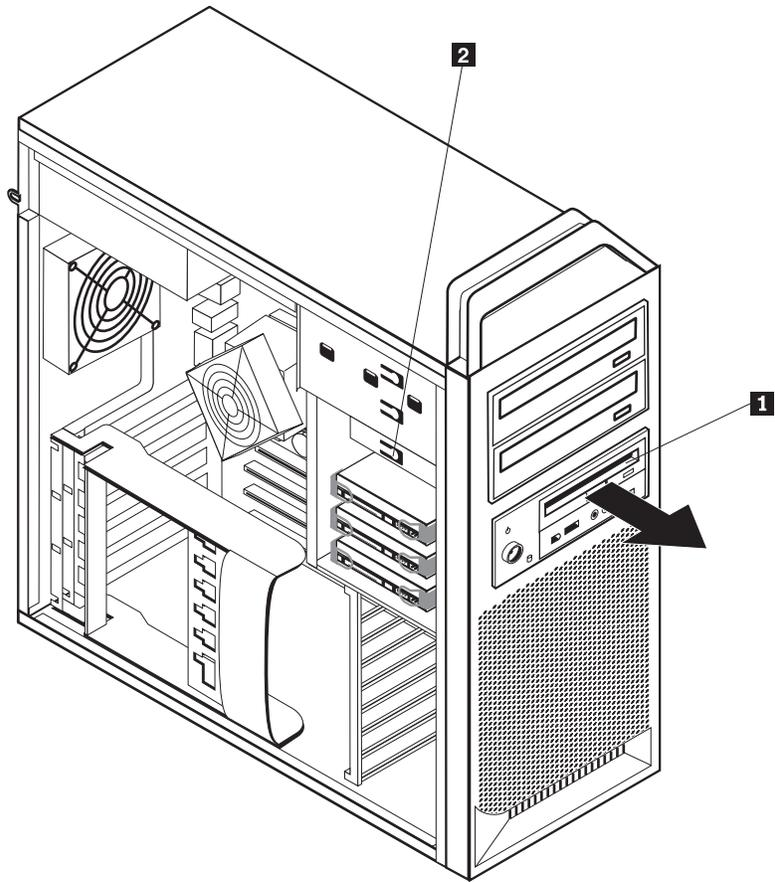

図22. ディスケット・ドライブまたはオプションのカード・リーダー・ドライブの取り外し
5. ドライブ・ラッチ **1** を押して、ドライブをシャーシからスライドさせます。38 ページの図 22 を参照してください。